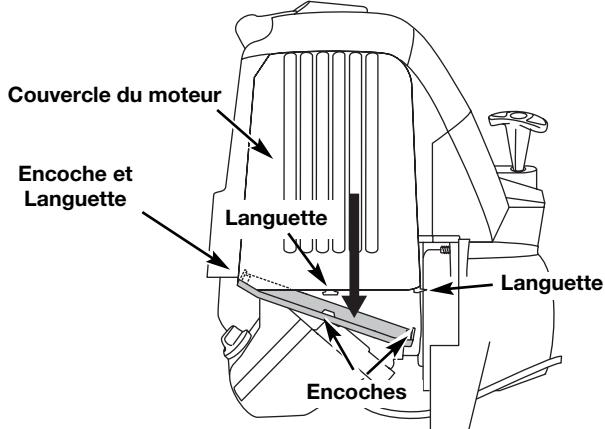

Fig. 30
- 1. Retirez le couvercle du silencieux en appuyant sur le coin à l'aide d'un tournevis à lame plate (Fig. 30). Glissez les encoches sur les côtés du couvercle par-dessus les languettes du couvercle du
13. Replacez le couvercle du silencieux. Glissez avec un déclic les encoches sur les côtés du couvercle par-dessus les languettes du couvercle du moteur (Fig. 30).